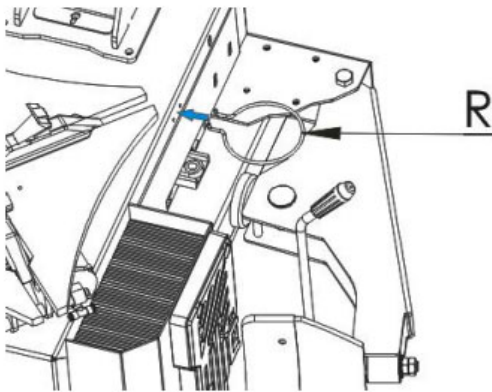

Abb.9
- Wie in Abb.9 dargestellt, führen Sie die beiden Enden in die beiden $\phi 5$ Löcher auf der rechten Seite der Säule ein. Stellen Sie sicher, dass die Haken nach oben zeigen.